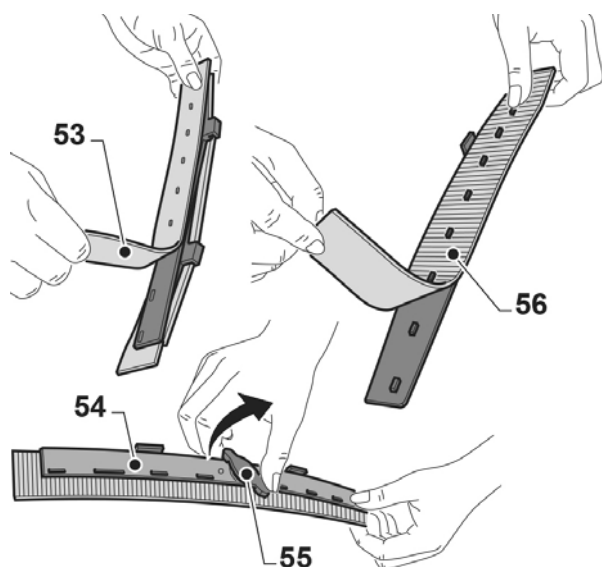

Abb. 27: Auswechseln des Wischergummis
Schritt 2: Entnehmen Sie die inneren Kautschuklamellen (Pos. 53, Abb. 27).
Schritt 3: Entfernen Sie das Verschlussband (Pos. 54, Abb. 27), indem Sie das Handrad (Pos. 55, Abb. 27) drehen.
Schritt 4: Entnehmen Sie die äußeren Kautschuklamellen (Pos. 56, Abb. 27).
Wenn die Kautschuklamellen (Pos. 53, Abb. 27) und (Pos. 56, Abb. 27) auf einer Seite abgenutzt sind, können sie einmal umgedreht werden.
Schritt 5: Tauschen Sie die Kautschuklamellen (Pos. 53 und 56, Abb. 27) aus oder drehen Sie sie um, ohne sie untereinander zu vertauschen.